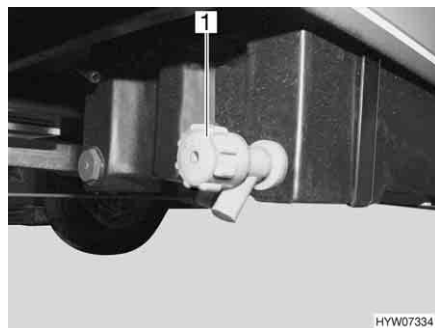

Fig. 96 Rubinetto di scarico per il serbatoio delle acque grigie
- Ruotare il coperchio (Fig. 96,1) del rubinetto di scarico in senso antiorario.
- Ruotare il coperchio (Fig. 96,1) in senso orario. Il rubinetto di scarico è chiuso.